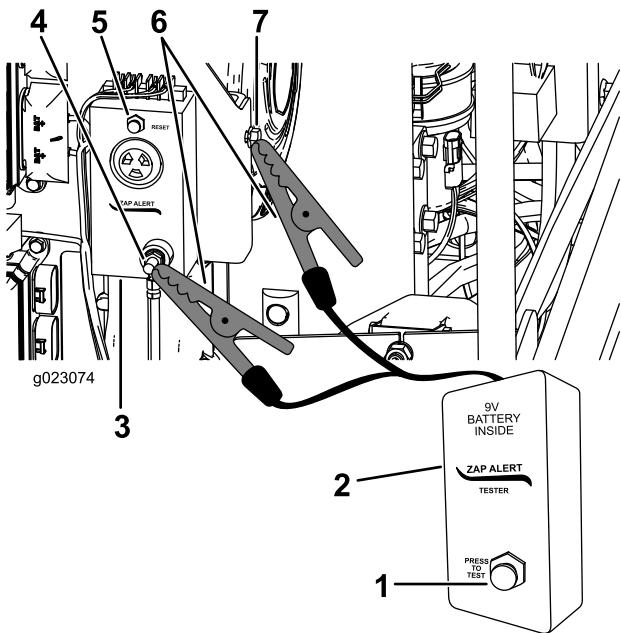

Figura 62
3. Conecte una de las pinzas del probador del sistema Zap Alert al conector de tierra del sistema Zap Alert (Figura 62).
5. Pulse el botón de prueba del probador del sistema Zap Alert (Figura 62).
6. Pulse el botón de reinicio del Zap Alert para detener la alarma (Figura 62).